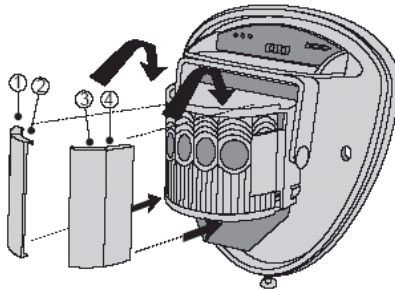

fig. 8
- El módulo del detector dispone de dos obturadores corredizos para reducir el ángulo de detección. Se incluye también un juego de cortinas adicional para utilizar en caso de que el diagrama de haz deba estrecharse más, p. ej. si se requiere un ángulo de detección mínimo de 10 grados. Las cortinas encajan en el módulo panorámico y de inclinación, como se indica en la fig. 8 siguiente. Cada sección de la lente del detector ofrece un patrón de cobertura de aproximadamente 10 grados.
Véase la fig. 8.